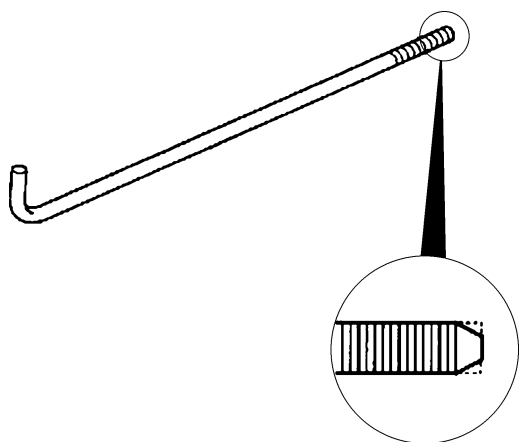

图 23-29 将螺栓的一端打磨成尖头
- 12) 按照图 23-29 所示, 找一只从蓄电池支架上拆下的螺栓, 把螺栓的一端打磨成尖头。